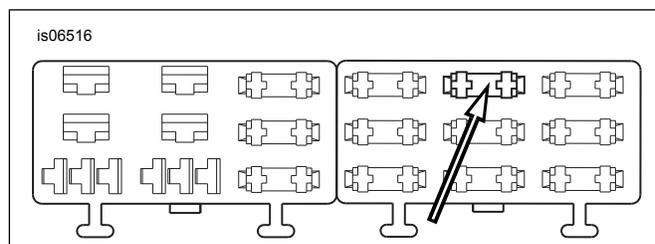

Figura 10. Cavidad "P&A IGN" del bloque de fusibles (Softail 2004 a 2010)
4. Vea Figura 10. Localice la cavidad del fusible (1) indicada como «P&A IGN» en la cubierta del bloque de fusibles en el bloque de fusibles del lado derecho. Debe haber un cable alimentando un lado de este circuito pero no habrá ni un cable ni un fusible acoplados. Inserte el terminal en el cable del adaptador naranja/blanco hasta que se detenga. Vea algún terminal cercano instalado en la fábrica para compararlo y verificar que esté correctamente orientado y a la profundidad correcta.